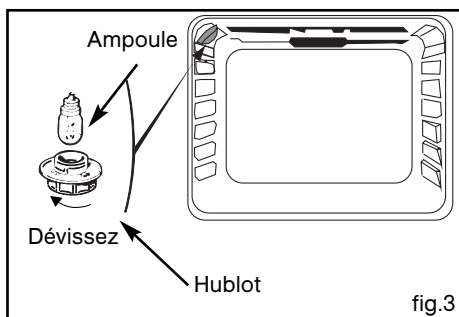

fig.3
#### A l'intérieur du four (fig.3).
- b) Dévissez le hublot (fig.3).